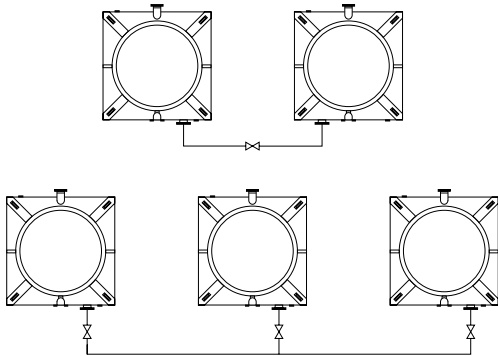

Figura A-131: Instalación de la tubería de ecualización
- Instale un ecualizador entre las torres para mantener el mismo nivel de agua en las cisternas (ver Figura A-131). La tabla A-2 muestra los tamaños recomendados para los ecualizadores de conexión.